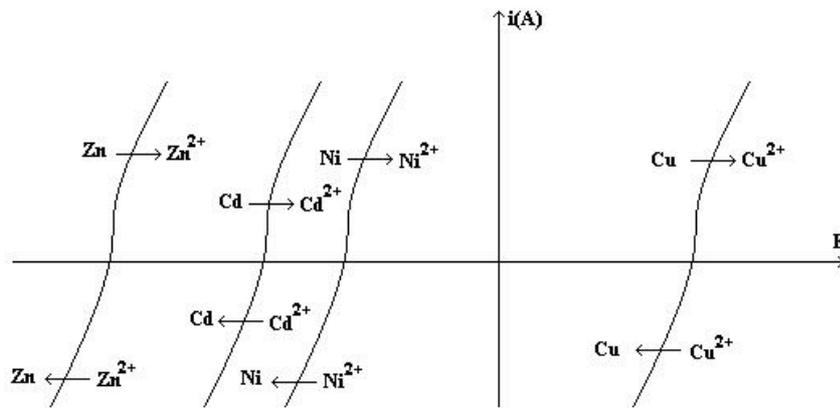

Figure 5 : courbes intensité-potentiel pour différents métaux
- 15- A l'aide de la figure 5, justifier le procédé en écrivant les équations bilans des différentes réactions ? Sous quelles formes sont alors les impuretés ? Comment peut-on les éliminer ?